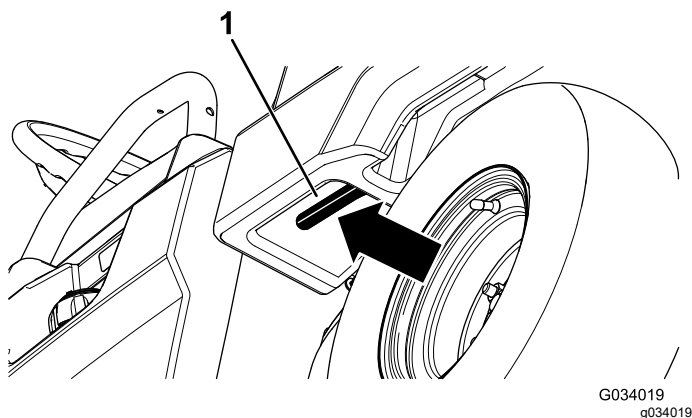

Figure 15
1. Tirez vers vous le levier du côté intérieur gauche du plateau de chargement et levez le plateau (Figure 15).
1. Levez légèrement le plateau en soulevant le levier de verrouillage (Figure 15).